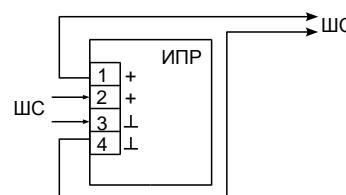

Рисунок 1 – Включение извещателя в шлейф
5.2.3.Подключение проводов к клеммным соединениям производить в соответствии с полярностью, указанной на плате, по одной из схем согласно рис. 1 или 2.